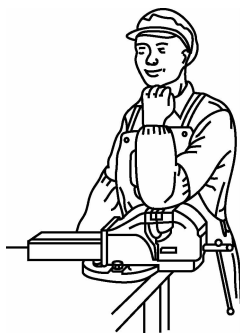

图 0-4 台虎钳安装高度
(1)台虎钳安装在钳台上时,必须使固定钳身的钳口工作面处于钳台边缘之外,以便在夹紧长条工件时工件的下端不受钳台边缘的阻碍。台虎钳在钳台上的高度应齐人的手肘,如图 0-4 所示。